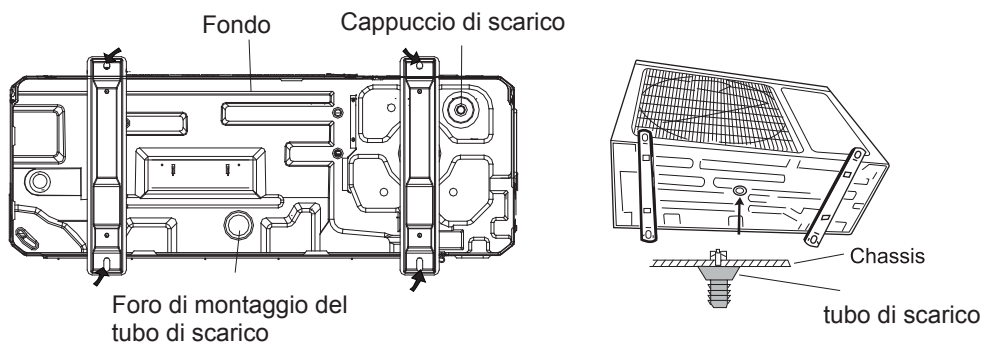

Fig. 12
4.2.2 Scarico della condensa dell'unità esterna (solo per unità con pompa di calore) (Fig. 12)